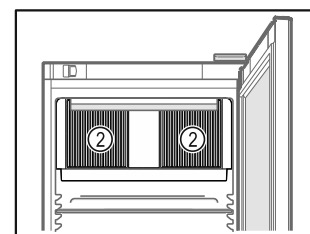

Fig. 39
- Ne pas obstruer les fentes d'aération Fig. 39 (2) du ventilateur de circulation d'air à l'intérieur de l'appareil.